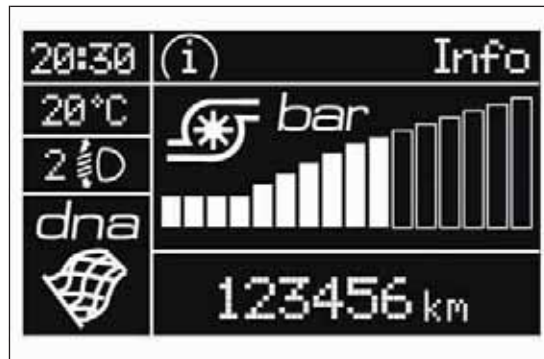

РИС. 75
- **Режим Dynamic (динамический)** РИС. 75 (изображение на дисплее для моделей/рынков, где предусмотрено)